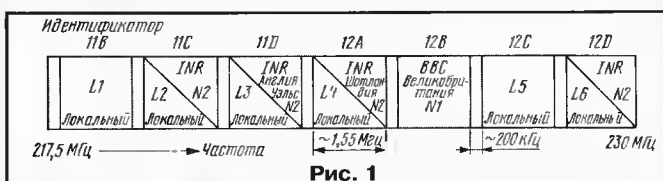
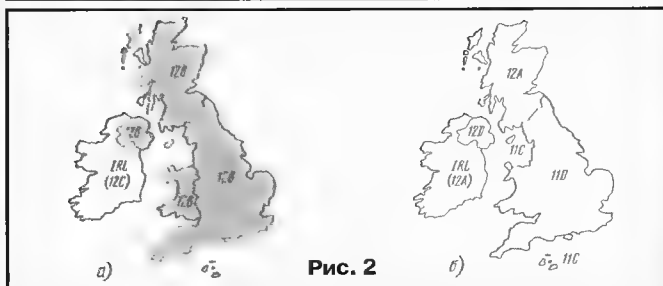

Рис. 1
Рис. 2
**Великобритания.** Правительство Великобритании в 1994 г. приняло решение о выделении для наземного ЦЗРВ по системе "Эврика-147/DAB" (далее для краткости DAB) диапазона частот 217,5...230 МГц [3]. В этом диапазоне можно разместить семь многопрограммных сигналов DAB (так называемых "DAB-блоков" или "ансамблей"), каждый из которых занимает полосу частот, равную примерно 1,55 МГц. При этом обеспечиваются защитные частотные интервалы между сигналами DAB шириной около 200 кГц (рис. 1). Для облегчения опознавания ансамблей каждому из них присвоен условный идентификатор (11B, 11C, 11D, 12A, 12B, 12C, 12D).
Ансамбль 12B будет использоваться исключительно Британской радиовещательной корпорацией (British Broadcasting Corporation — BBC) для передачи пяти национальных программ, принимаемых на территории всей Великобритании (рис. 2,а).
Ансамбли 11C, 11D, 12A, 12D зарезервированы для служб Независимого национального радио (Independent National Radio Services — INR), расположенных в следующих регионах: 11C будет использоваться на островах пролива Ла-Манш и острове Мэн, 11D — в Англии и Уэльсе, 12A — в Шотландии и 12D — в Северной Ирландии (рис. 2,б). Блоки 11B и 12C, а также часть блоков 11C, 11D, 12A и 12D предназначаются для организации локального (L) (местного) цифрового вещания (см. рис. 1).